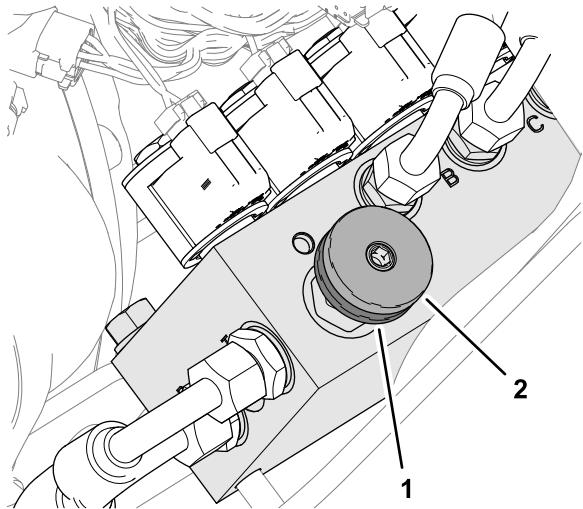

Figura 37
Para activar la transferencia de peso: Puede variarse la cantidad de peso transferida dependiendo de las condiciones de trabajo, girando la rueda de transferencia manual de peso (Figura 37):
1. Afloje la contratuerca de la válvula $\frac{1}{2}$ vuelta en sentido antihorario y sujetela en esa posición (Figura 37).
2. Gire la rueda manual de la válvula (Figura 37) en sentido antihorario para reducir la transferencia de peso o en sentido horario para aumentar la transferencia de peso.